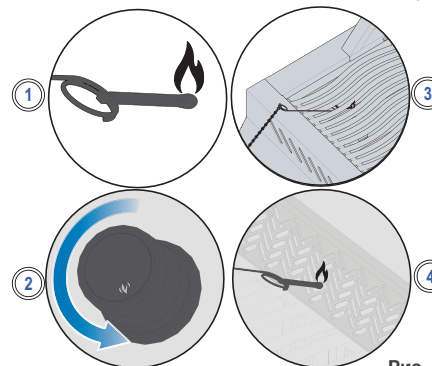

Рис. 4
2. Просуньте зажженную спичку через решетку гриля и пластины-испарители, одновременно поворачивая ручку соответствующей горелки на максимум. (Рис. 4)